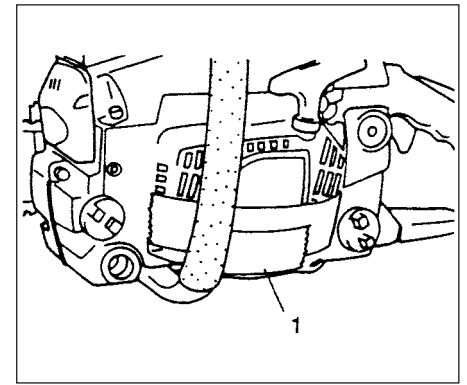

Fig.3-12B
Cuando la unidad es usada en un clima sumamente frío, se le advierte cubrir la parte baja de ranuras del arrancador de desimanación con cinta adhesiva (1) para que los polvos de nieve no se metan en la caja de ventilador. (Fig. 3-12B)